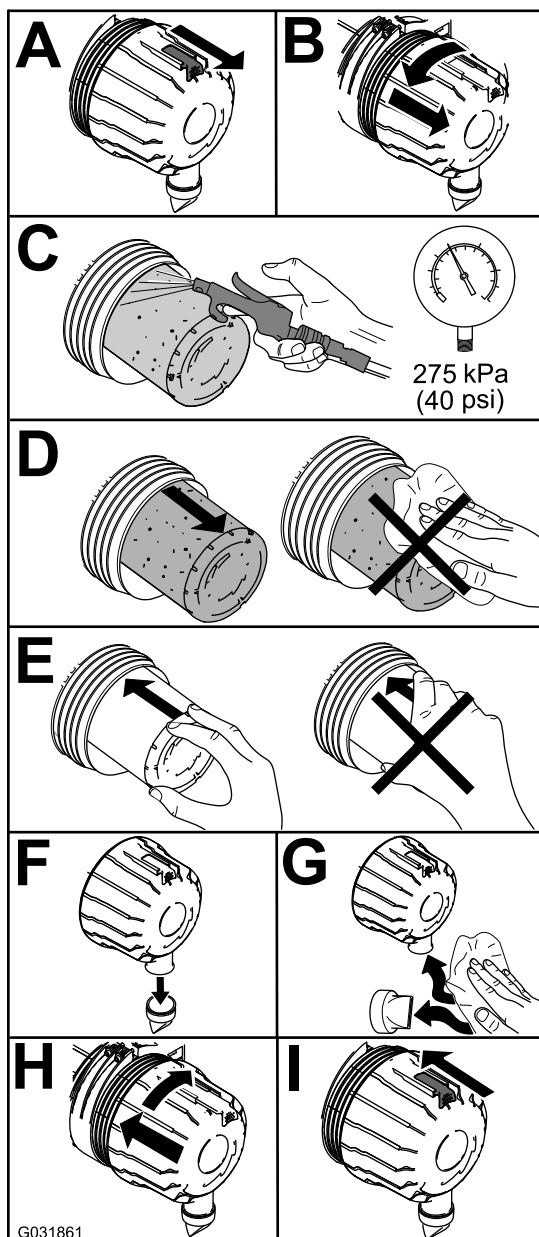

Figura 68
1. Sostituite il filtro dell'aria (Figura 68).